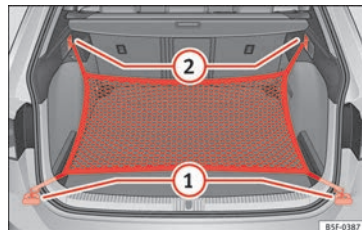

Bild 178 I bagageutrymmet: ringar (1) och
- Säkra de korta nätkrokarna i fästögloarna » **bild 178** (1) » ⚠. Påsens blixtlås ska ligga uppåt.
- Säkra remmarna i upphångningskrokarna (2).